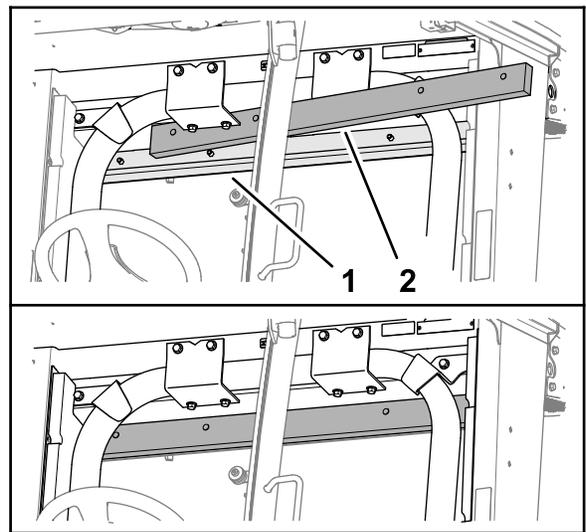

Figura 30
2. Rimuovete la pellicola autoadesiva e montate il cuscinetto inferiore del soffitto sopra il finestrino posteriore della cabina (Figura 30).